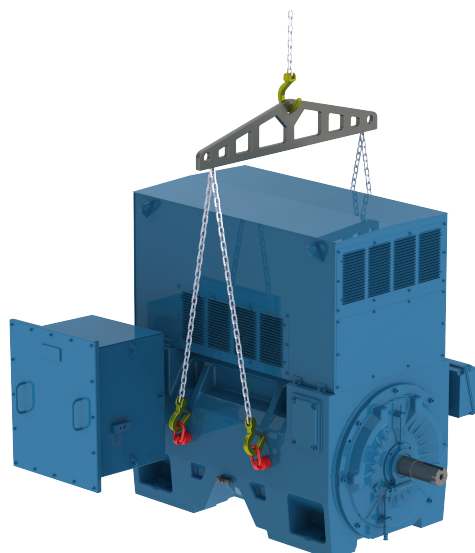

Figura 4.6: Uso de barra separadora en la elevación de motores W60
- Para motores W60, conforme Figura 4.6 de la página 94, es necesaria la utilización de una barra separadora, para mantener el elemento de elevación (corriente, cable, etc.) en el eje vertical y así también evitar daños a la superficie del motor.